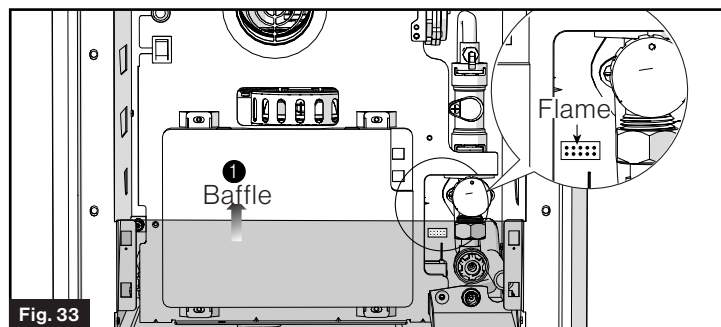

Fig. 33
10. Encienda la corriente del calentador de agua y abra un calentador de agua para inspeccionar la llama del quemador. La llama debe tener la apariencia azulada normal que indica la combustión adecuada. Esto se puede lograr mediante la eliminación de la puerta del calentador de agua y el deflector para observar las llamas mirando el quemador bajo el borde del intercambiador de calor. (Fig. 33)